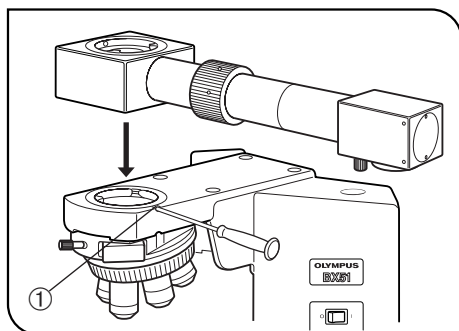
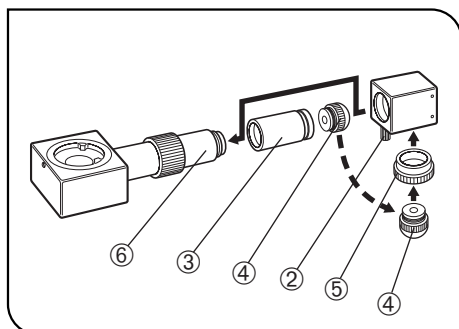

Fig. 1
Fig. 2
(Fig. 1)
1. Con il cacciavite a brugola fornito con il microscopio, svitare completamente la vite di bloccaggio ① dello stativo.
3. Ruotare il dispositivo da disegno in modo che la parte esterna contenente lo specchio venga a trovarsi sul lato destro o sinistro osservando il microscopio frontalmente. (La Fig. 1 mostra l'installazione sul lato destro.)
4. Avvitare a fondo la vite di bloccaggio ① con il cacciavite a brugola.
- ★ **Possibilmente non utilizzare l'adattatore della lente (⑤ nella Fig. 2) che provoca una vignettatura dell'immagine disegnata.**
(Fig. 2)